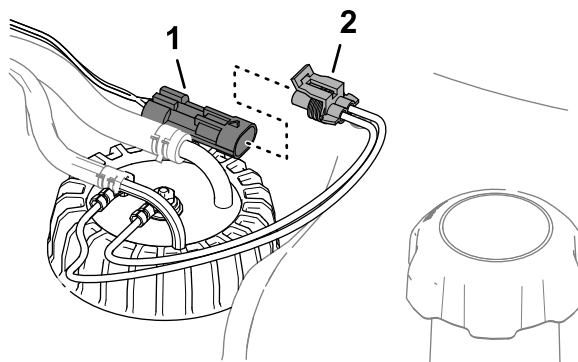

Рисунок 86
3. Отсоедините 2-гнездовой разъем жгута проводов датчика уровня топлива от 2-штыревого разъема жгута проводов машины (Рисунок 86).